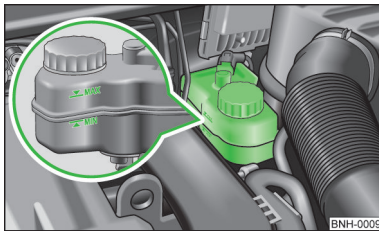

Abb. 137
- Ist der Flüssigkeitsstand unter die MIN-Markierung abgesunken » Abb. 137 auf Seite 167, nicht weiterfahren - es besteht Unfallgefahr! Die Hilfe eines Fachbetriebs in Anspruch nehmen.
- Den Bremsflüssigkeitsstand am Behälter prüfen » Abb. 137.